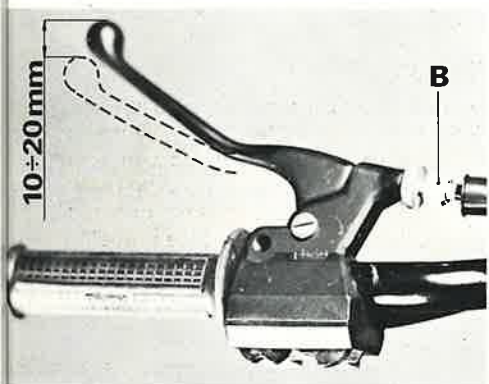

Fig. 15 - Comando frizione
- Sbloccare la ghiera ed avvitare il regolafilo B Fig. 15 in senso orario se si vuole aumentare il gioco della frizione, ruotarlo invece in senso anti-orario se lo si vuole diminuire. Terminata l'operazione infilare nuovamente sul registro tendi-cavo il soffietto di protezione.